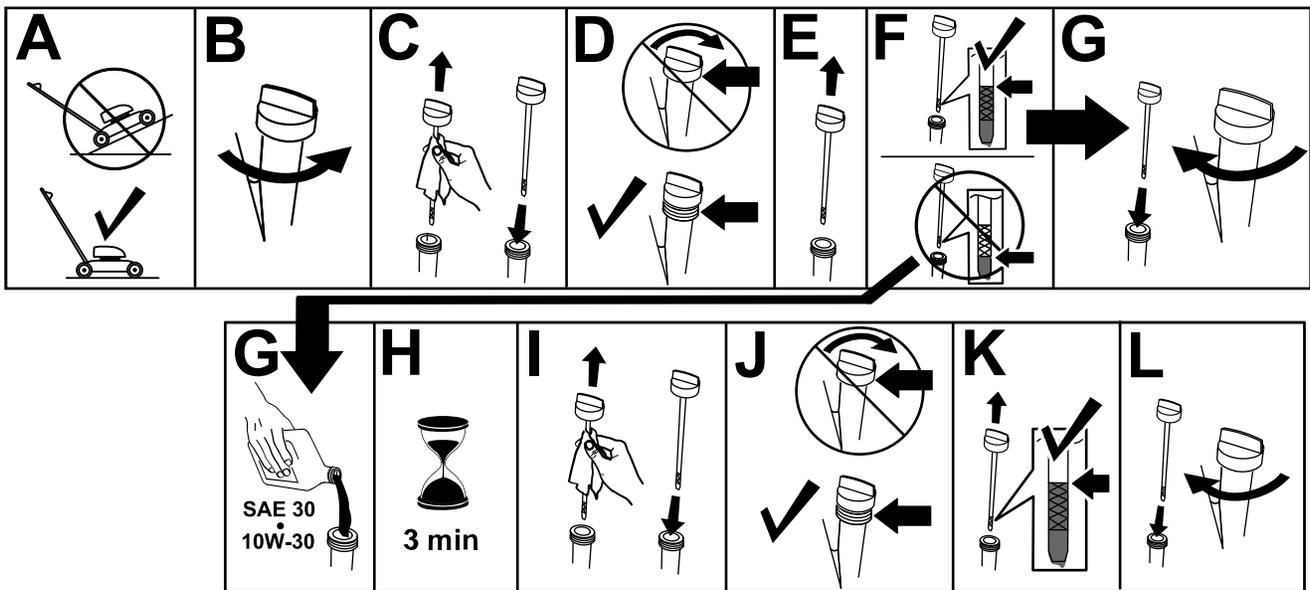

Figure 11
1. Soulevez le déflecteur arrière et maintenez-le dans cette position (A de Figure 11).
2. Montez le bac à herbe en veillant à insérer les ergots dans les crans du guidon (B de Figure 11).